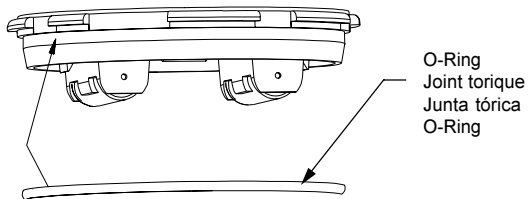

Figure 5
4. As noted in Figure 5, re-install o-ring on electronics module. Press module gently down into meter cover.
- 4. Comme indiqué dans la figure 5, réinstallez le joint torique sur le module électronique. Enfoncez doucement le module dans le couvercle du débitmètre.
4. Den O-Ring Abbildung 5 entsprechend wieder am Elektronikmodul anbringen. Modul vorsichtig wieder auf die Abdeckung der Anzeige aufdrücken.